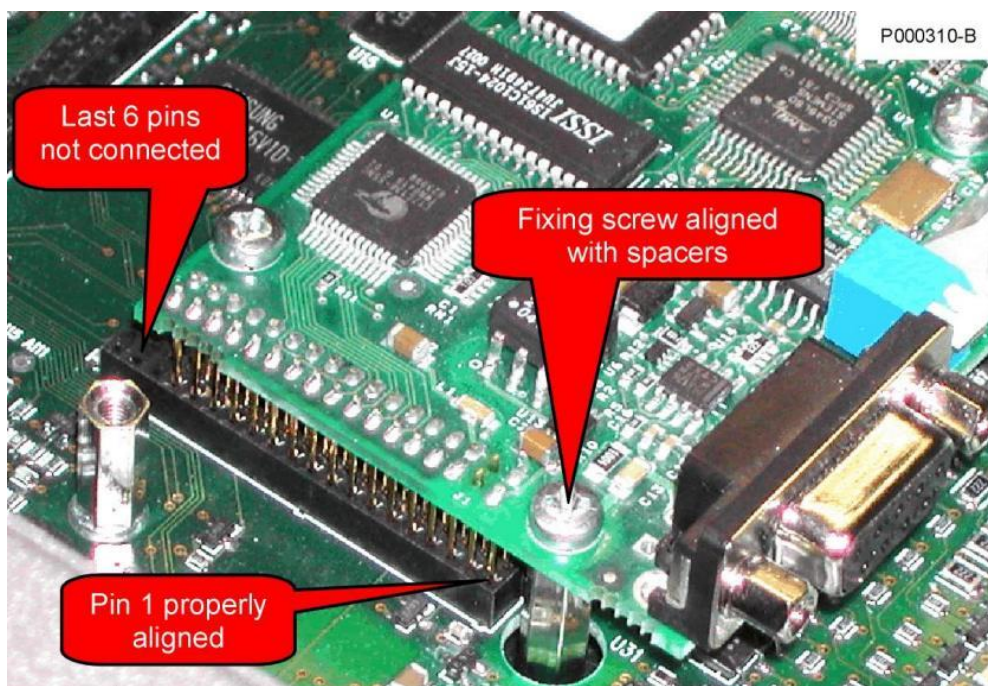
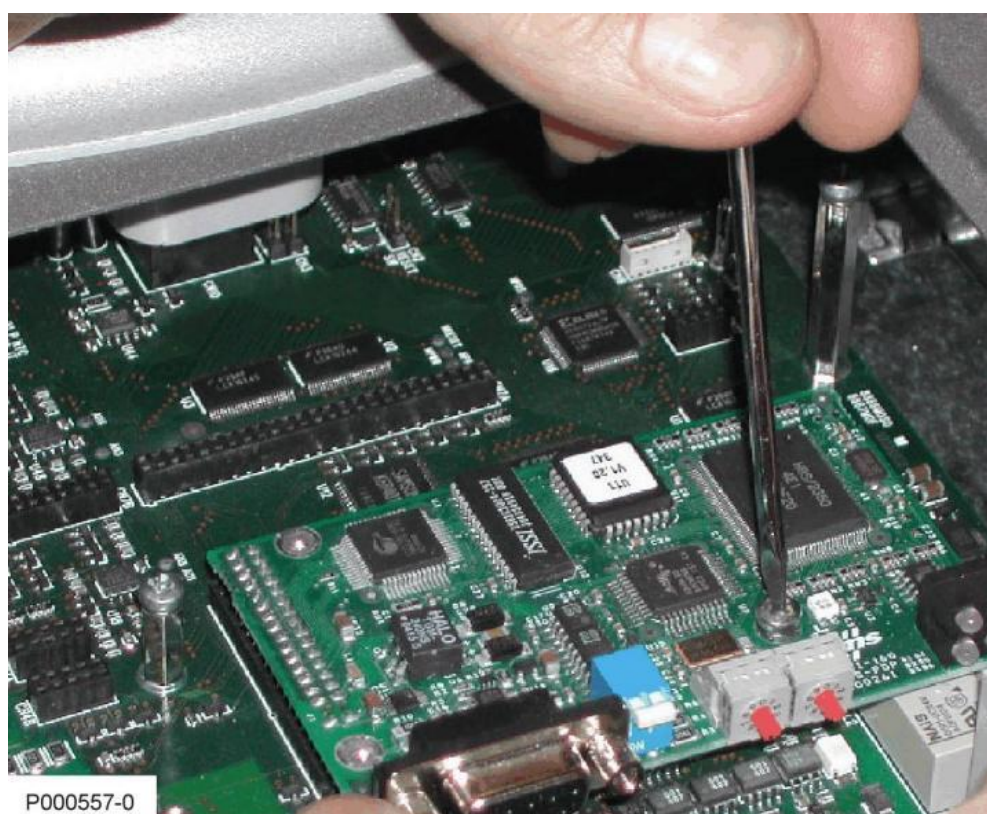

Figura 89: Verifica del corretto allineamento del pettine di contatti sul connettore slot B
Figura 90: Fissaggio della scheda sullo slot B
- 4) Inserire la scheda nello slot B facendo attenzione che il connettore a pettine della scheda occupa solo la parte anteriore dello slot lasciando liberi gli ultimi 6 pin. Se la scheda è correttamente installata si ha l'allineamento tra i tre fori di fissaggio e le corrispondenti sedi delle viti delle colonnette metalliche di supporto. Dopo aver controllato il corretto allineamento serrare le tre viti di fissaggio della scheda come mostrato in Figura 89 e Figura 90.